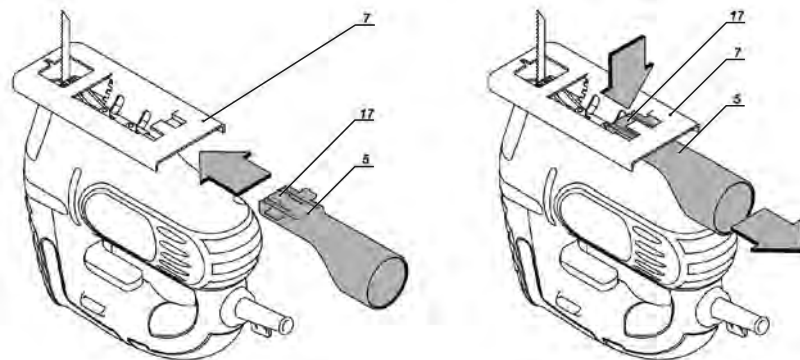

fig.2 – desenho demonstrativo para montagem e desmontagem do adaptador para aspirador de pó
Para montar o adaptador para aspirador de pó (5), encaixe-o na conexão para o reservatório de poeira, que se encontra junto à placa (7), a trava (17) deve engatar na conexão da placa (7), para remover apenas pressione a trava da conexão (17), fig.2.